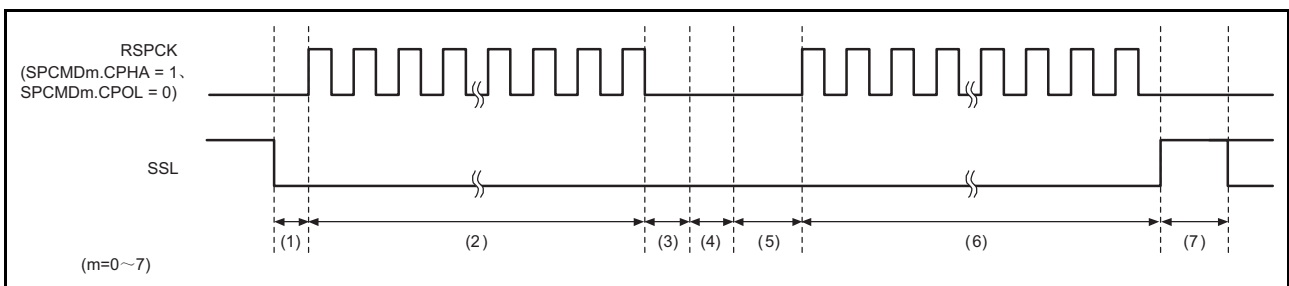

图 26.27 使用 SPCMDm.SSLKP 位的突发传送运行例子 (m=0 ~ 7)
通过设定 SPCMD0 寄存器和 SPCMD1 寄存器来实现突发传送时的 SSL 信号运行例子如图 26.27 所示。以下说明图 26.27 中记载的 (1) ~ (7) 的 RSPI 运行内容。SSL 输出信号的极性取决于 RSPI 从属选择 SSLP 寄存器的设定值。
- (1) 根据 SPCMD0 寄存器, 使 SSL 信号有效并插入 RSPCK 延迟。
- (2) 根据 SPCMD0 寄存器进行串行传送。
- (3) 插入 SSL 无效延迟。
- (4) 因为 SPCMD0.SSLKP 位为“1”, 所以保持 SPCMD0 寄存器中的 SSL 信号值。在此期间, 保持的时间最短也要和下次存取 SPCMD0 寄存器的延迟相同。如果在经过最短期间后移位寄存器变空, 就在将下次要传送的发送数据保存到移位寄存器前继续此期间。
- (5) 根据 SPCMD1 寄存器, 使 SSL 信号有效并且插入 RSPCK 延迟。
- (6) 根据 SPCMD1 寄存器进行串行传送。
- (7) 因为 SPCMD1.SSLKP 位为“0”, 所以 SSL 信号无效。根据 SPCMD1 寄存器插入下次的存取延迟。
在 SPCMDm.SSLKP 位为“1”的 SPCMDm 寄存器所设 SSL 信号输出和下次传送使用的 SPCMDm 寄存器所设 SSL 信号输出不同的情况下，RSPI 在下次传送命令所对应的 SSL 信号有效时（图 26.27 的 (5)）转换 SSL 信号状态。必须注意：如果转换 SSL 信号，就可能因驱动 MISO 的从属设备发生竞争而引起信号电平的冲突。